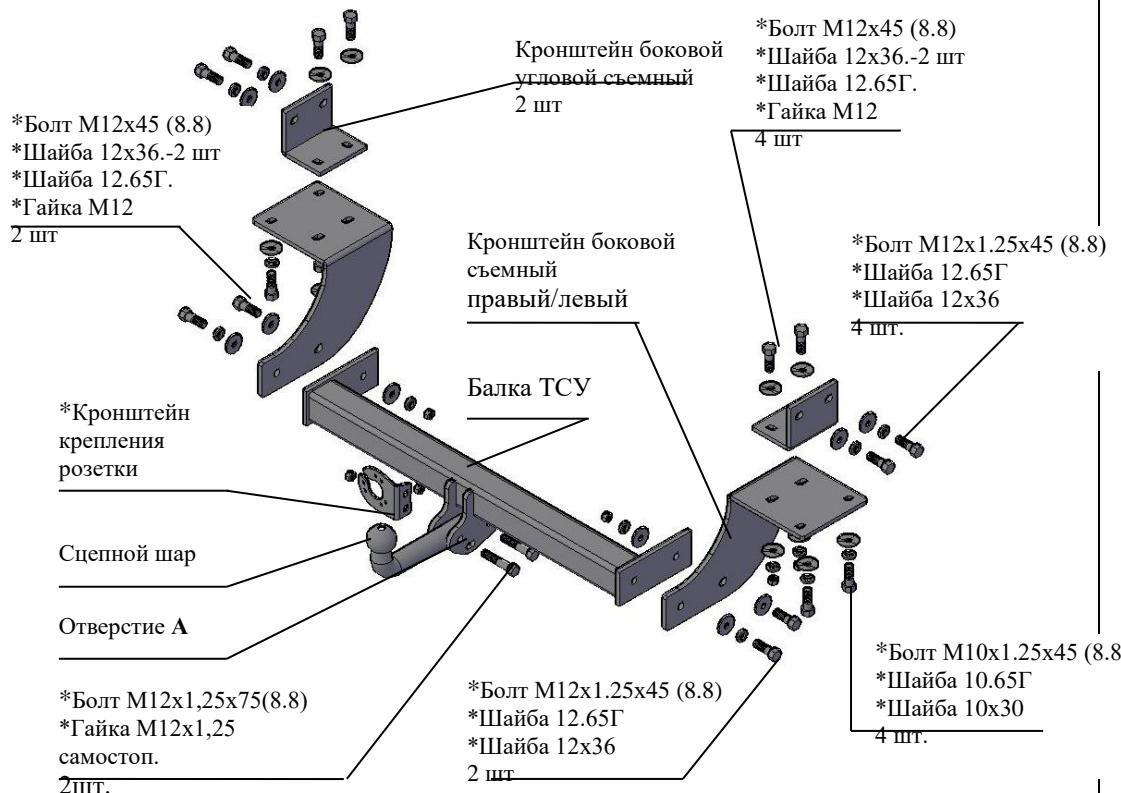

Рис.1 Тягово-сцепное устройство 9460
2.1 ТСУ 9460 в сборе (рис.1)	1 шт.
2.2 Пакет с комплектующими (см. рис.1)	1 шт.
4.3 Установить боковые съемные кронштейны ТСУ (правый и левый соответственно рис.1) к нижним полкам лонжеронов а/м, закрепить болтами M10x1,25x45, (используя приварные гайки), под головки болтов подложить шайбы 10.65Г и шайбы 10x36_. Крепеж не затягивать.